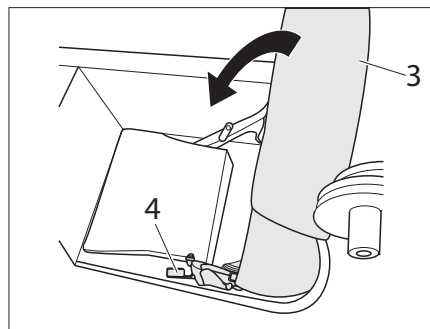

Fig. 209 Posizionare lo schienale nel vano di stivaggio
- Azionare la leva 2 (Fig. 209,4) e spostare lo schienale (Fig. 209,3) nel vano di stivaggio.